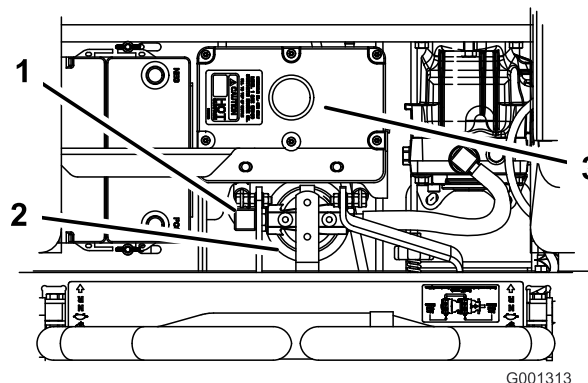

Figure 67
4. Débranchez la conduite hydraulique droite qui est raccordée à l'adaptateur (Figure 67).
6. Rebranchez la conduite hydraulique droite à l'adaptateur (Figure 67).